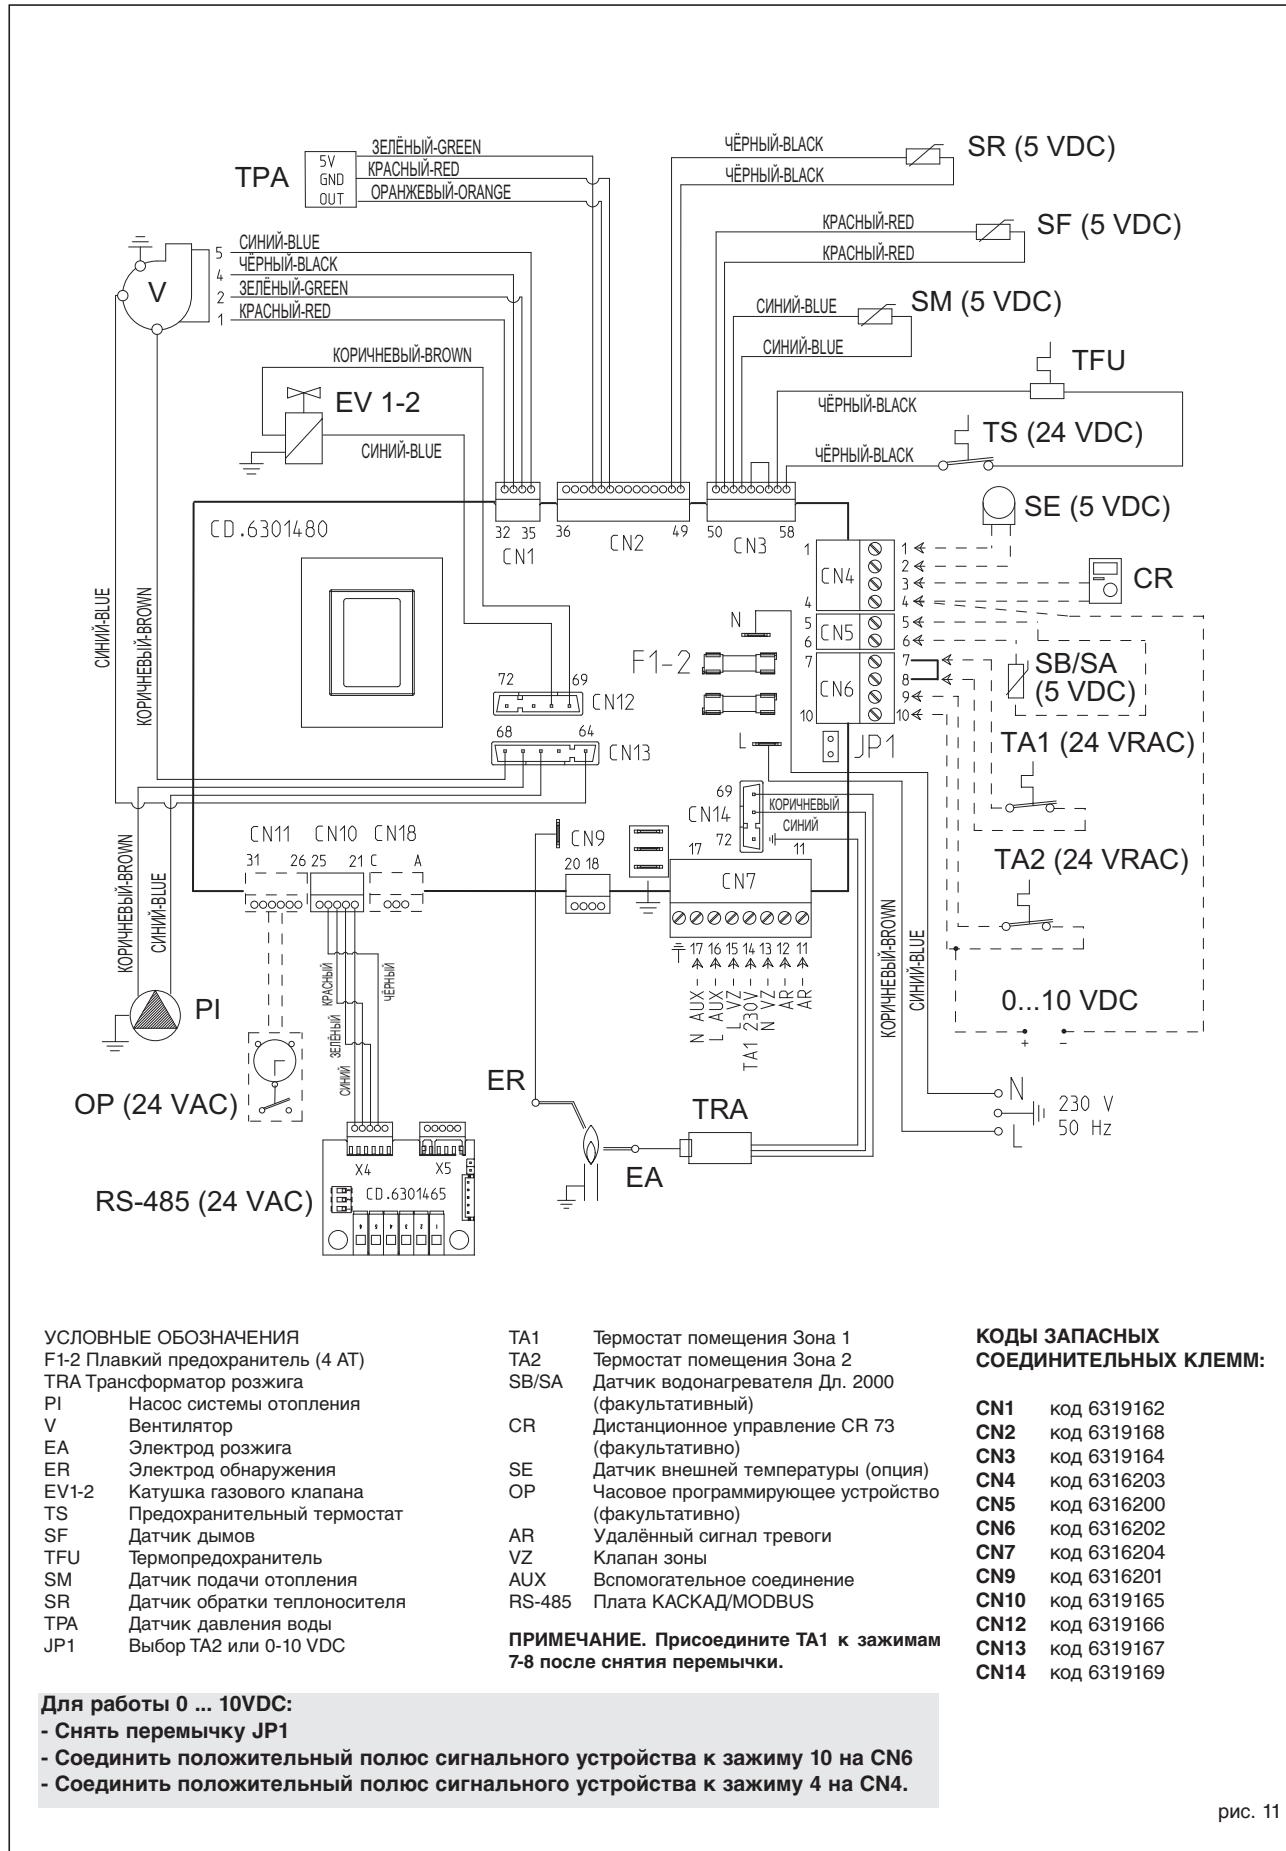

рис. 11
Присоедините хронотермостат, как показано на электрической схеме котла (см. рис. 11), после снятия существующей перемычки. Используемый хронотермостат должен принадлежать к классу II, в соответствии со стандартом EN 60730.1 (сухой электрический контакт).
2.7 ЭЛЕКТРОСХЕМА (рис. 11)